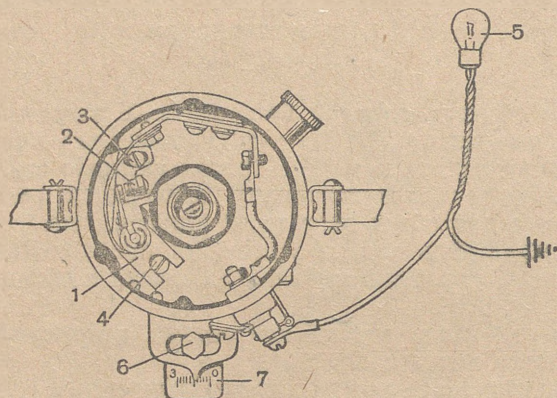

Рис. 23. Прерыватель-распределитель (вид с открытой крышкой сверху):
(рис. 23—28)
Для регулировки зазора кулачок прерывателя нужно установить (путём вращения коленчатого вала двигателя за заводную рукоятку) в такое положение, при котором контакты прерывателя будут максимально раздвинуты (рис. 23).
9. Присоединить концы проводов переносной электролампы к «массе» и к клемме низкого напряжения прерывателя-распределителя вместе с проводом низкого напряжения (рис. 23). Включив зажигание, осторожно и медленно поворачивать корпус прерывателя-распределителя в обратную сторону (против часовой стрелки) до тех пор, пока контакты не разомкнутся. В этот момент лампочка загорится. При этом провод высокого напряжения от катушки зажигания остаётся на месте.